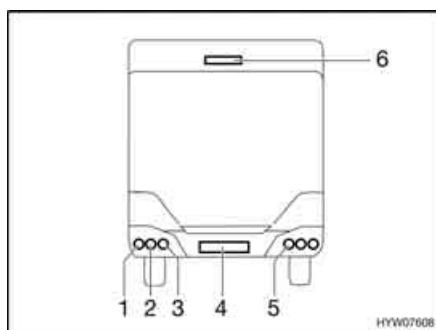

Fig. 242 Luci posteriori
- Svitare le viti degli involucri (Fig. 242,1 a 5).
La terza luce freno (Fig. 242,6) va sostituita assieme al suo involucro.